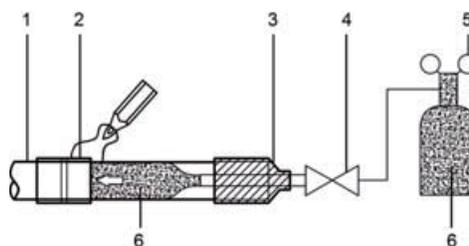

Figura 32
- Durante a soldagem, quando o tubo está cheio de nitrogênio, a pressão do nitrogênio deve ser reduzida para 0,02 MPa usando a válvula de liberação de pressão. Consulte a Figura 32.